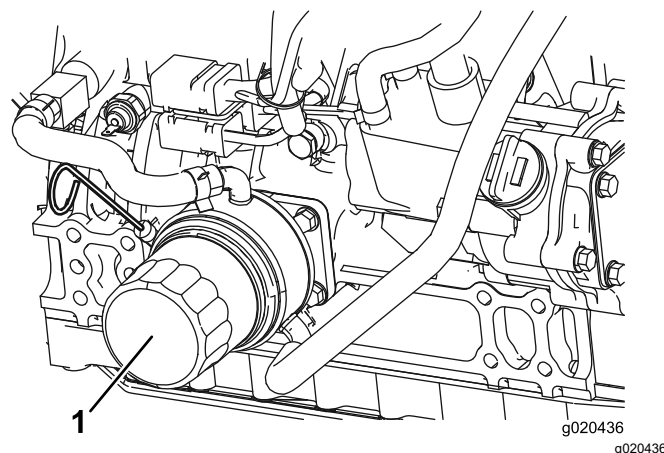

Рисунок 29
- Снимите старый фильтр (**Рисунок 29**) и протрите поверхность уплотнительной прокладки на головке фильтра.